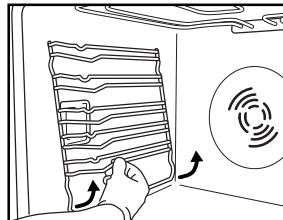

Fig. 3
1. Scoateți grătarele laterale de sușinere a accesoriilor (Fig. 3).
2. Scoateți grătarele laterale de sușinere a accesoriilor, dacă există (Fig. 3).